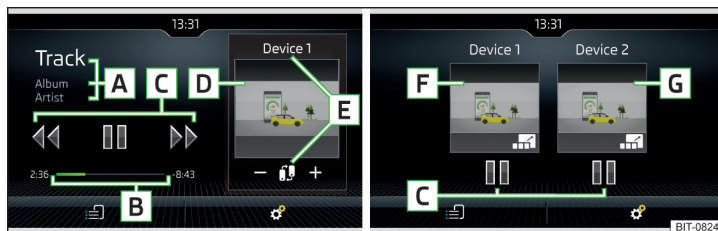

Fig. 195 **Una tabletta / Dos tabletas**
#### Menú princ. » **fig. 195**
**B** » fig. 195 de la pág. 166.